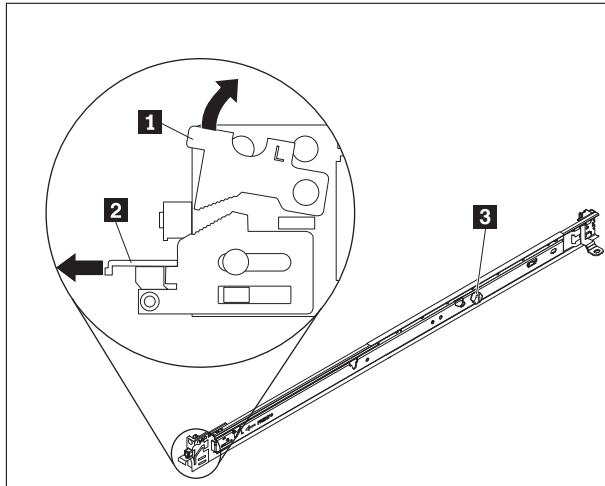

図6. スライド・レールの図
1. 18 ページの図 6 に示されているように、前方のスライド・レール・ラッチを開きます。